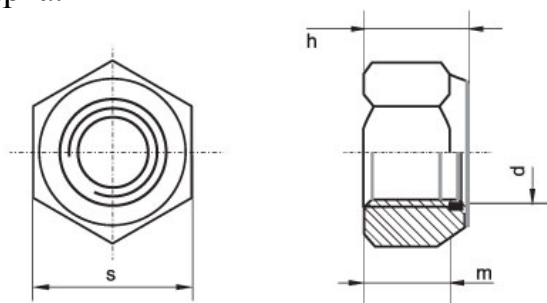

Рис. 142. Чертеж гайки
**Плоские шайбы** имеют два исполнения: исполнение 1 классов точности А и С – без фаски; исполнение 2 класса точности А – с фасками (рис. 142, а).